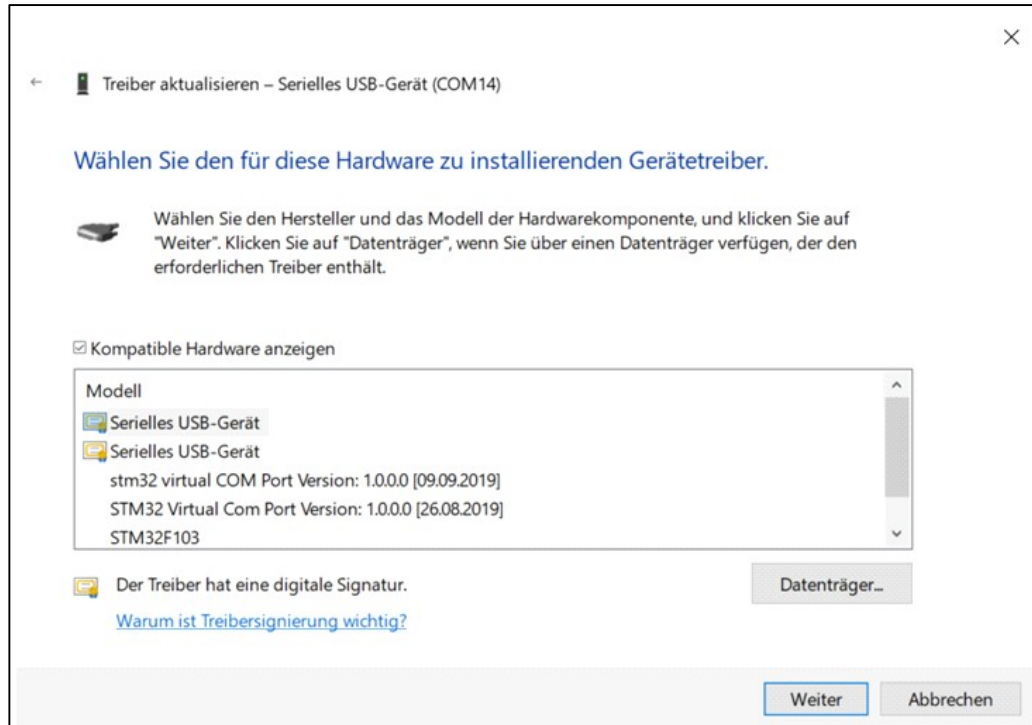

Bild 4.4: Liste verfügbarer Treiber [2]
- Nach dem *Aus einer Liste verfügbarer Treiber auf meinem Computer auswählen* gedrückt worden ist, erscheint ein Fenster (Bild 4.4) mit der entsprechenden Treiberliste. Diese Liste ist jedoch zweitrangig. Wichtig ist an dieser Stelle, dass man auf *Datenträger* drückt um gezielt einen Treiber auswählen zu können.